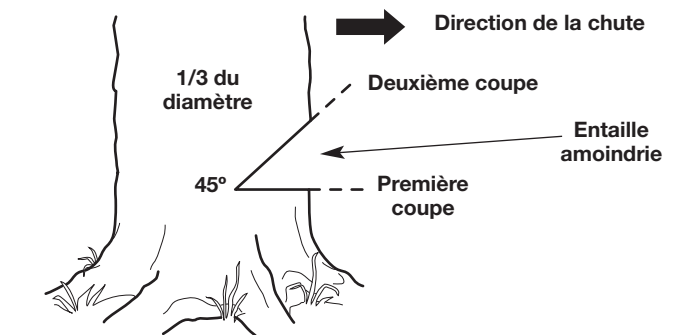

Fig. 24
1. Faites une coupe horizontale dans le tronc de l'arbre (Fig. 24). La coupe doit être environ du tiers du diamètre de l'arbre et près du sol. Pour éviter que le guide-chaîne ne soit pincé par le poids du bois, faites toujours cette coupe en premier.
2. Faites une coupe de 45° dans le tronc de l'arbre, par-dessus la première coupe (Fig. 24). Continuez la coupe jusqu'à ce que les deux entailles se rencontrent.